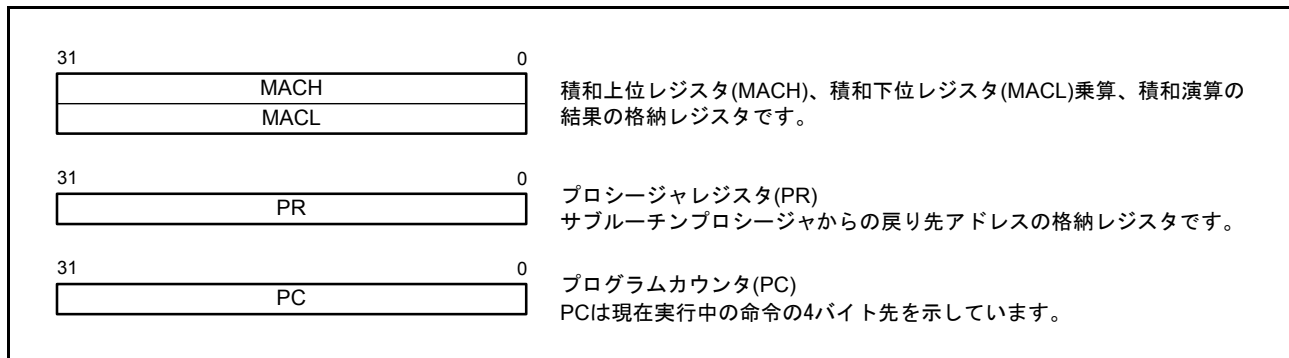

図 2.4 システムレジスタ
システムレジスタは32ビットの長さで、積和レジスタ (MACH、MACL)、プロシージャレジスタ (PR)、プログラムカウンタ (PC) の4本があります。MACH、MACL は、乗算または積和演算の結果を格納します。PR はサブルーチンプロシージャからの戻り先アドレスを格納します。PC は実行中のプログラムのアドレスを示し、処理の流れを制御します。図 2.4 にシステムレジスタを示します。